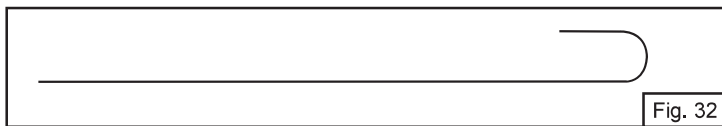

Fig. 32
- Pour éliminer les obstructions citées ci-haut, servez-vous d'une brosse flexible à diffuseur ou bien faites un petit crochet à un bout d'un fil de fer flexible de 52 cm de long (voyez la Fig. 32).
- Regardez à l'intérieur de l'extrémité la plus basse du tube du diffuseur pour voir s'il y a des nids, des toiles d'araignée ou de la boue. Si vous en trouvez, nettoyez tel qu'expliqué à l'étape 1, Fig. 32.